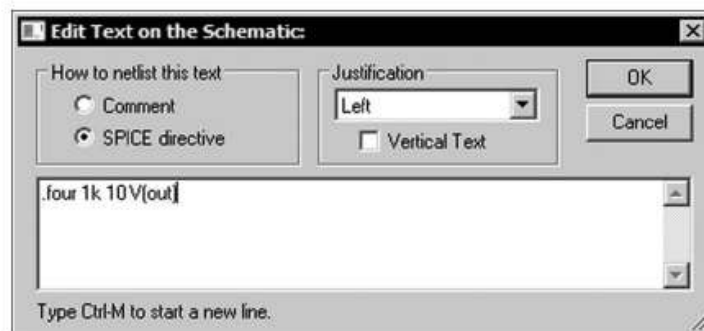

Figure 19.15
- Nous ajoutons une commande de simulation pour avoir l'affichage des harmoniques. Exécutez la commande : **Edit** ⇒ **SPICE Directive**, la fenêtre **Edit Text on the Schematic**, avec **SPICE directive** cochée, ou  la fenêtre de saisie s'ouvre. Nous saisissons la directive `.four 1k 10 V(out)`, figure 19.15.